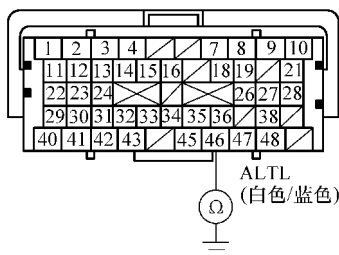

图 3-29 测试 B46 和车身搭铁之间的导通性
22) 将 SCS 线路跳接至 HDS, 然后将点火开关转至 LOCK (0) 位置。
24) 如图 3-29 所示, 检查 PCM 插接器端子 B46 和车身搭铁之间是否导通。